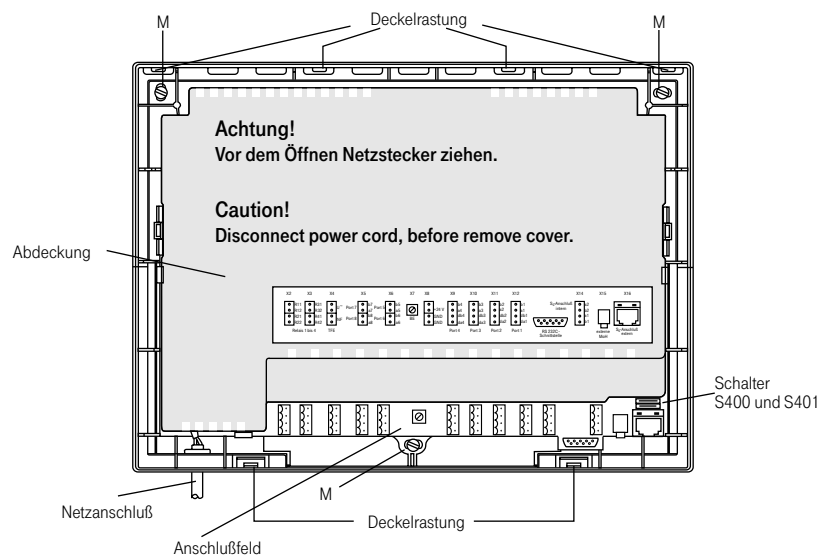

Abb. 1: Telefonanlage mit abgenommenem Deckel
- Markieren Sie die Bohrlöcher an den Befestigungsstellen (Punkte M in Abb. 1).